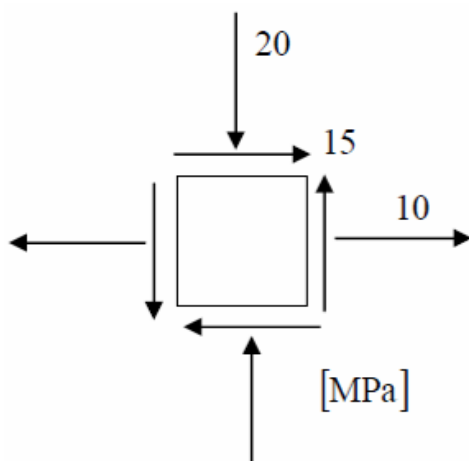

Figura 5.1
5.1.2 Considere o estado plano de tensões indicado na Figura 5.1. Sabendo que a tensão de cedência é de 150 MPa, calcule o coeficiente de segurança de acordo com o critério de Tresca e de von Mises, esboce as superfícies de cedência indicando o estado de tensão correspondente.